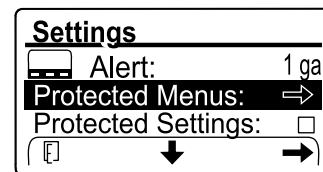

Figura 108
1. Inserite il codice PIN per l'opzione MENU PROTETTI (Figura 108); fate riferimento a Accesso ai menu protetti \(pagina 25\).